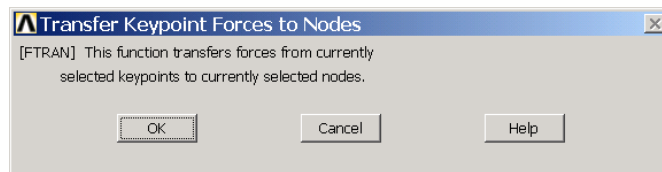

图5.26 转换力对话框
(1) 单击 **Main Menu>Preprocessor>Meshing>Mesh>Volumes>Free** 菜单，选择图形视窗中的体，单击【OK】按钮对体进行网格划分。
(2) 单击 **Main Menu>Solution>Define Loads>Operate>Transfer to FE>Forces** 菜单，弹出如图 5.26 所示的对话框。